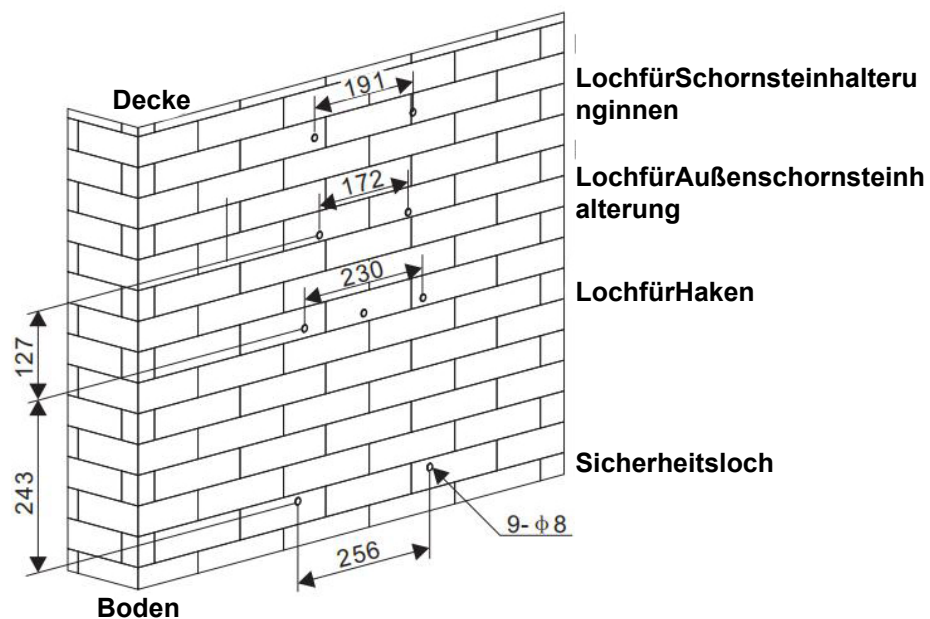
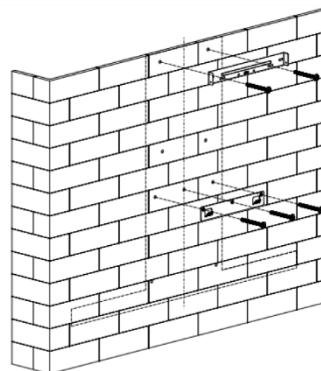

Abb. 2
Abb. 4
3. Nachdem Sie die Einbauhöhe der Dunstabzugshaube überprüft haben, bohren Sie 9 $\phi 8$ Löcher für den Haken, die Innenschornsteinhalterung, die Außenschornsteinhalterung und die Sicherheitslöcher, und setzen Sie dann Dübel in die Löcher ein. Siehe Abb. 2 und 3. Befestigen Sie den Haken und die innere Schornsteinhalterung mit Schrauben St4*40mm an der Wand. Siehe Abb. 4.